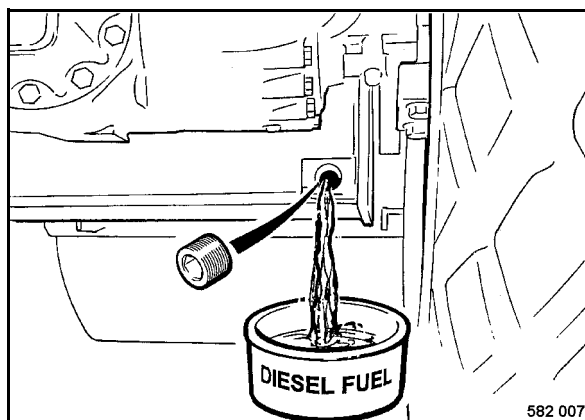

Fig. 141
- Desenroscar el tapón de descarga (Fig. 141) situado debajo del depósito de combustible, y descargar unos 5 litros de combustible.